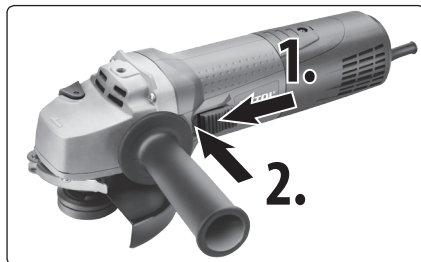

Abb. 14, Einschalten (Schritt 1.); Sicherung des Betriebsschalters in der Stellung „EIN“ (Schritt 2.)
- Die meistens Modelle der kleineren Winkelschleifer haben den Betriebsschalter seitlich oder im oberen Teil des Gehäuses und für die Einschaltung des Schleifers muss der Betriebsschalter mit dem Daumen nach vorne ausgezogen werden, siehe Abb. 14, Schritt 1. Durch Lösen des Betriebsschalters wird der Schleifer ausgeschaltet.
- Bei diesen Schleifermodellen kann der Betriebsschalter in der Stellung „EIN“ für einen längeren Betrieb des Schleifers durch Drücken des vorderen Teiles des Betriebsschalters zum Schleifergehäuse gesichert werden, siehe Abb. 14, Schritt 2. Zur Entriegelung des Betriebsschalters aus der Stellung „EIN“ ihn im unteren Teil drücken und lösen, wodurch der Schleifer ausgeschaltet wird. Vor dem Einschalten des Schleifers die Funktion der Verriegelung und Entriegelung bei abgeschalteter Stromversorgung überprüfen, um den Schleifer sofort im Notfall auszuschalten.